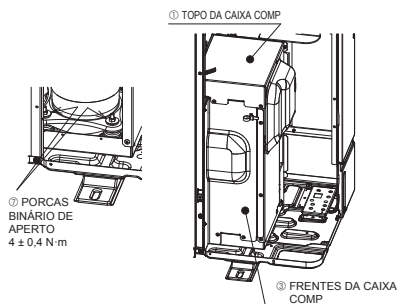

Fig. 4-2
- Depois da remoção das peças fixas COMP, certifique-se de que aperta as porcas e coloca o TOPO DA CAIXA COMP e a FRENTE DA CAIXA COMP de volta no estado original. (Fig. 4-2)